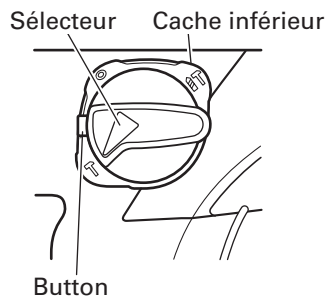

Fig. 7
(1) Commutation sur “percussion”
- (b) Aligner ▲ du levier de sélection sur T du support de levier comme indiqué sur la Fig 7.